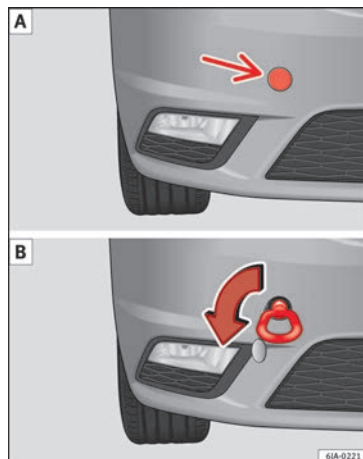

Fig. 65 Pare-chocs avant droit : œillet de remorquage vissé
- Vissez l'œillet de remorquage avant dans le filetage »» **fig. 65** et serrez-le à fond avec la clé démonte-roue.